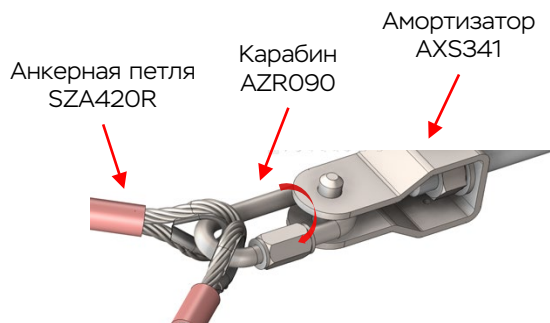

Рис. 6. Проверка фиксации муфты карабина
4. Запереть карабин вращающейся муфтой карабина. Муфта карабина должна быть закручена до упора. Проверить запирание муфты (рис. 6).